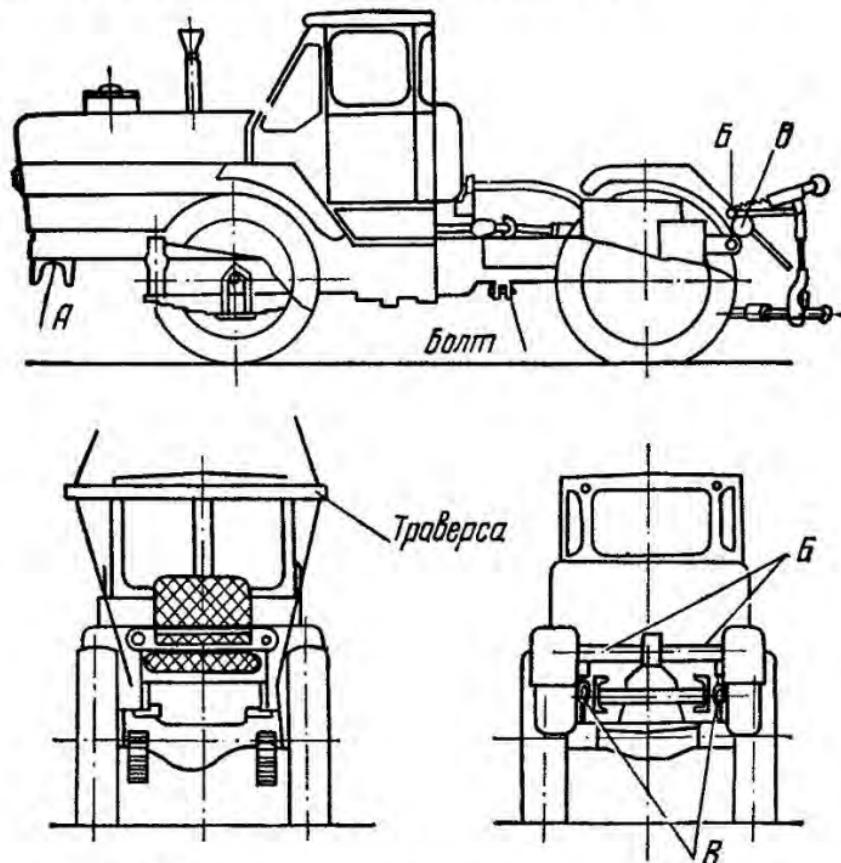

Рис. 13. Схема зачиливания колесного трактора при перемещении его грузоподъемными средствами.
6. Чтобы зачалить переднюю часть колесного трактора, следует подвести трос под передний брус между двумя его выступами в месте *A* (рис. 13) и закрепить к специальной